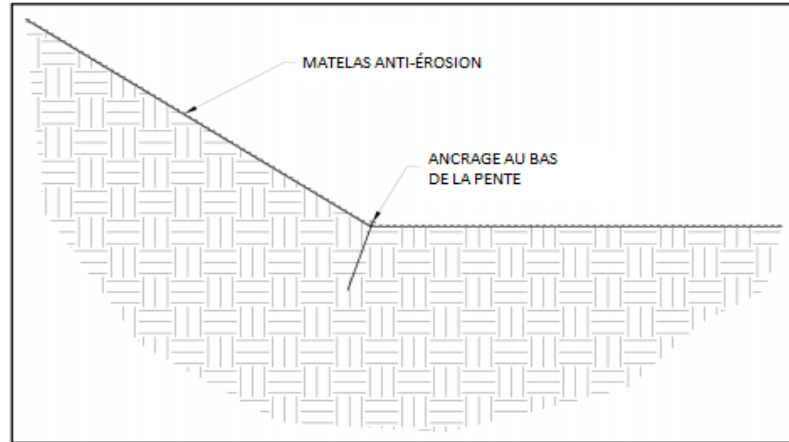

Figure 6 : Ancrage au bas de la pente d'un talus ou d'un canal
5. Si une transition entre une pente et le plat est nécessaire, il est recommandé d'installer des ancres (voir figure 6) pour que le matelas épouse bien le sol.